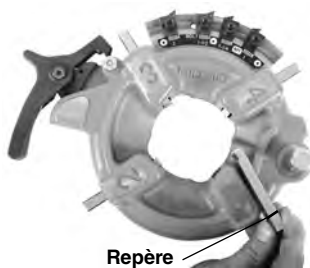

Figure 14 – Insertion des filières
5. Insérez les filières appropriées, chiffres en haut, dans la tête de filière jusqu'à ce que leurs repères arrivent à fleur du rebord de la tête de filière (Figure 14). Les chiffres estampés sur les filières doivent correspondre à ceux des logements de la tête de filière. Remplacez le jeu de filières au complet. Ne jamais mélanger des filières issues de jeux différents.